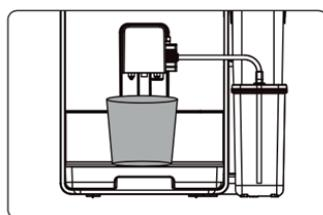

Рис. 5
Включите кофемашину. Установите емкость для напитка под блок подачи кофе (2), отрегулируйте его высоту во избежание разбрызгивания. Убедитесь, что молочная система и трубка забора молока установлены корректно (Рис.5). Проверьте, достаточно ли воды в контейнере (5) и зерен в контейнере для зерен (8).